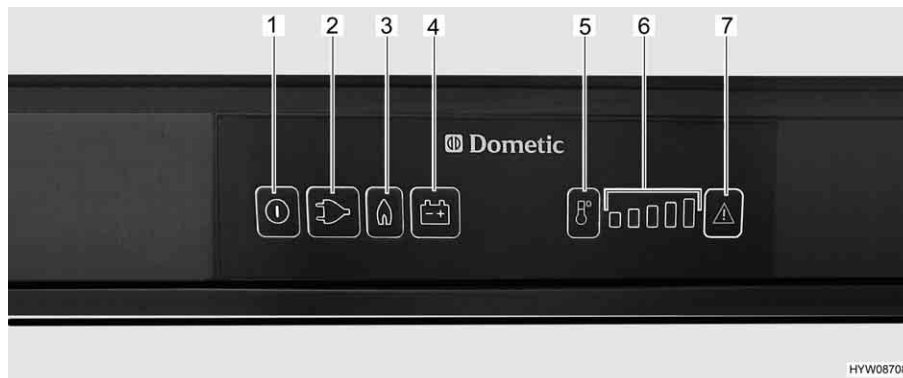

Fig. 97 Elementi di comando per il frigorifero (serie Dometic 8 con SMSE)
- Premere il tasto On/Off (Fig. 97,1) per circa 2 secondi. Il frigorifero si accende. Si accende il tasto dell'ultima modalità di funzionamento.
- Eventualmente premere il tasto per la modalità di funzionamento "Gas" (Fig. 97,3). Il tasto si accende. L'alimentazione del gas è ora aperta. L'accensione avviene automaticamente. È udibile un ticchettio fino a quando procedura di accensione non è stata portata a termine.
- Regolare la temperatura di raffreddamento con il tasto di selezione dei gradi di temperatura (Fig. 97,5).
- Eventualmente premere il tasto della modalità di funzionamento "230 V" (Fig. 97,2). Il tasto si accende.
- Eventualmente premere il tasto della modalità di funzionamento "12 V" (Fig. 97,4). Il tasto si accende.